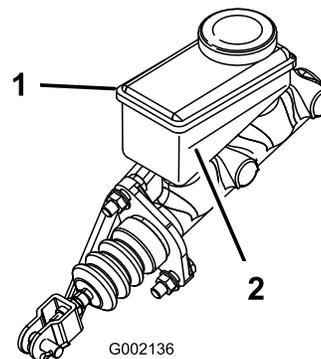

Рисунок 68
- B. Доливайте тормозную жидкость DOT 3 в бачок, пока ее уровень не будет выше отметки «Минимум» (Рисунок 68).
5. Проверьте уровень жидкости в боковой части бачка (Рисунок 68).